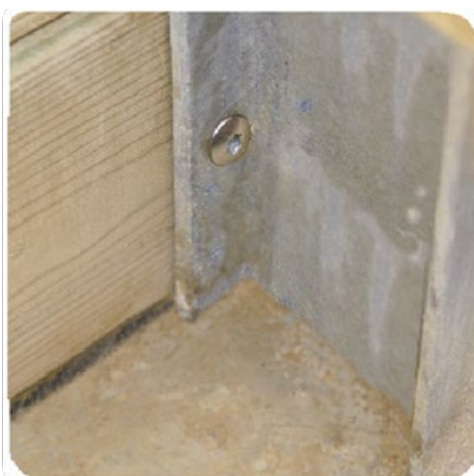

Figure 11 – Verrouillage des madriers sur les jambes de force
- sur les 8 jambes de force (celles-ci sont pré percées, comme montré à la **Figure 11**) à l'aide de 72 vis penture torx 6 × 30 en inox A2 torx (sachet D).